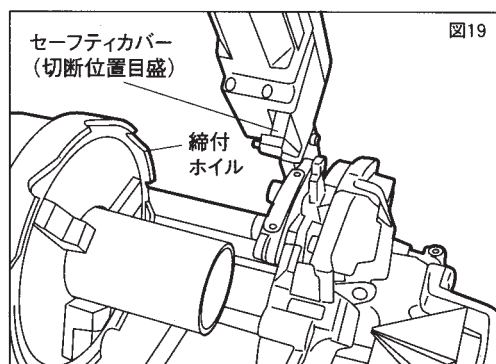

図19
- ② セーフティカバーの切断目盛を切断位置に合わせ、パイプマシンのスイッチをONにしてください。(図19)